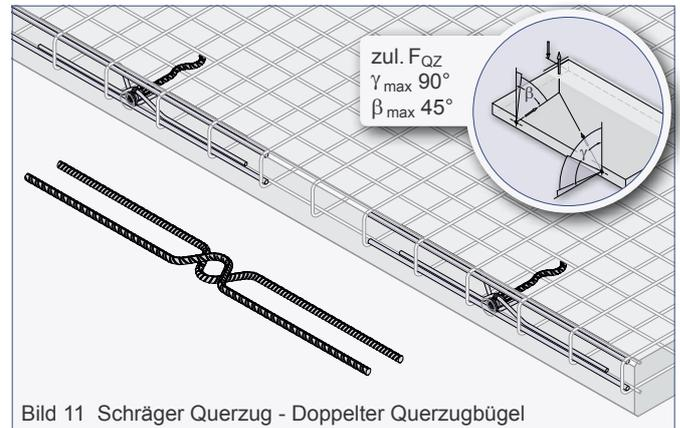
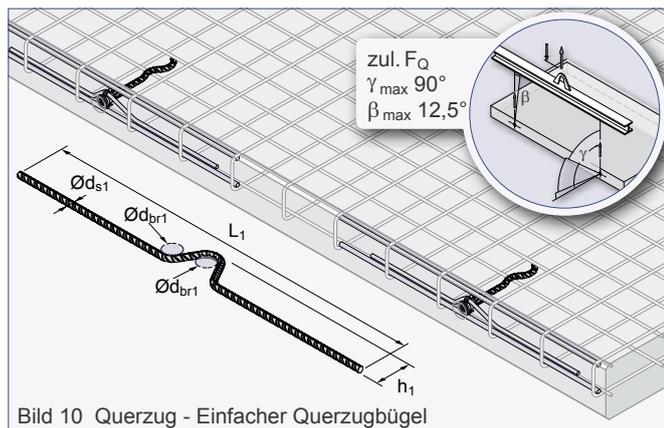
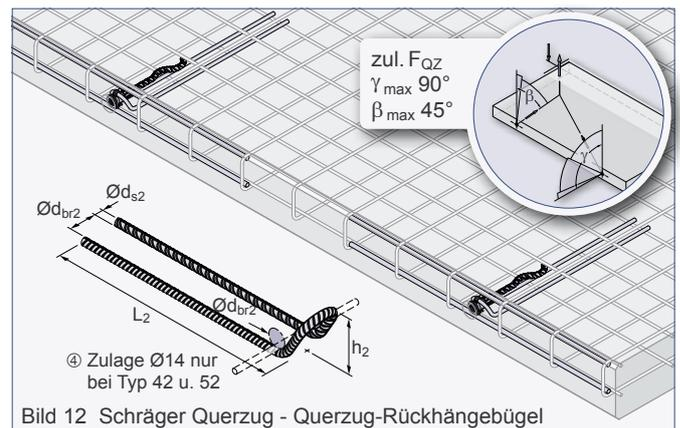

Bild 11 Schräger Querzug - Doppelter Querzugbügel
Bild 10 Querzug - Einfacher Querzugbügel
Bild 12 Schräger Querzug - Querzug-Rückhängebügel
Die Beanspruchung der Gewindetransportanker mit Querzug $\gamma > 15^\circ$ erfordert den Einbau einer Bewehrung nach Tabelle 7. Die Querzugbewehrung kann entweder als einfacher Querzugbügel (Bild 10), als doppelter Querzugbügel (Bild 11) oder als Querzug-Rückhängebügel (Bild 12) ausgeführt werden. Sie hat im Scheitelpunkt der Biegung Druckkontakt mit der Gewindehülse des Transportankers. Die Querzugbewehrung wird stirnseitig im Bauteil entgegen der Belastungsrichtung angeordnet. Das Aufrichten von Platten kann zu gleichzeitigem Schräg- und Querzug, dem so genannten schrägen Querzug, an den Transportankern führen (Bild 11 und Bild 12). In diesem Fall ist nur die Querzugbewehrung als doppelter Querzugbügel oder Querzug-Rückhängebügel erforderlich. Der Schrägzugfall wird beim Einsatz dieser Bewehrung ebenfalls abgedeckt. Beim Umliegen oder Aufstellen des Bauteils während der Montage muss die Lage der Querzugbewehrung beachtet werden (nur beim einfachen Querzugbügel gemäß Bild 10 und Querzug-Rückhängebügel gemäß Bild 12). Der doppelte Querzugbügel (siehe Bild 11) deckt die üblichen Lastrichtungen ab.
③ Die Mattenbewehrung ist als Mattenkappe oder mit gleichwertigen Bügeln auszuführen.
④ Zulage Ø14, Länge = 600 mm erforderlich (siehe Bild 12)
⑤ Bei der Bewehrung "Einfacher Querzugbügel" (siehe Bild 10) ist ausschließlich F_Q ($\beta_{max} 12,5^\circ$) zulässig!